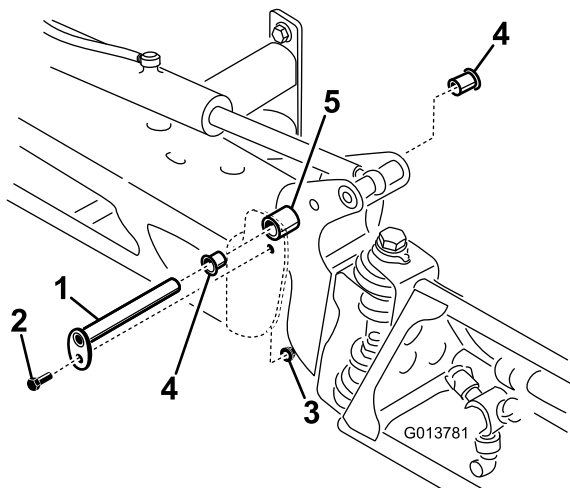

図 94
3. ブームを支えておきながら、ピボットピンをブームアセンブリに固定しているボルトとナットを取り外す 図 94。
4. ピボットピンを取り外す 図 94。
6. ナイロンブッシュを取り外し、ピボットブラケットの前面および後面側から見て点検する 図 94。
8. センターフレームにブーム&ピボットブラケットアセンブリを取り付け、開口部を整列させる 図 94。